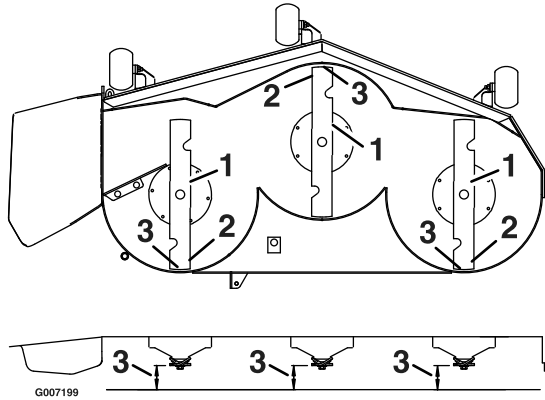

Figure 61
3. Faites pivoter les lames avec précaution pour faire passer les pointes avant à l'arrière (Figure 61).
4. Mesurez la distance entre la pointe de la lame avant et la pointe de la lame arrière par rapport à la surface plane (Figure 61).